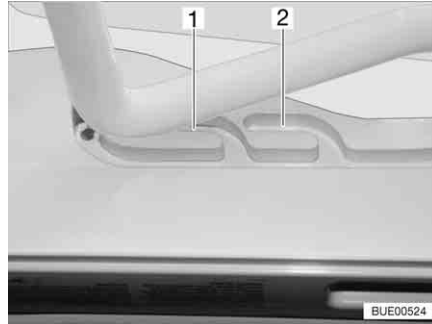
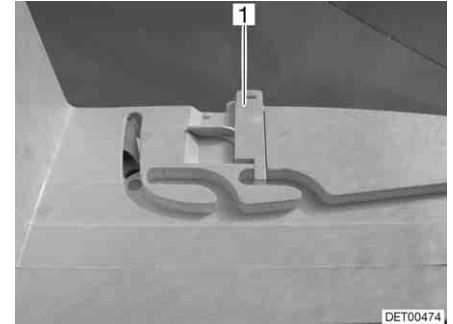

Fig. 82 Lanterneau Heki en position de ventilation
Fig. 83 Verrouillage position de ventilation
Il est possible d'amener le lanterneau Heki en deux positions de ventilation : Position pour mauvais temps (Fig. 82,1) et position intermédiaire (Fig. 82,2). Selon l'équipement, il est possible de verrouiller le lanterneau en position intermédiaire avec les deux verrous (Fig. 83,1) à gauche et à droite du cadre du lanterneau.
- Pousser légèrement l'étrier vers le haut, le pousser dans la glissière choisie (Fig. 82,1 ou 2) et le verrouiller si nécessaire.